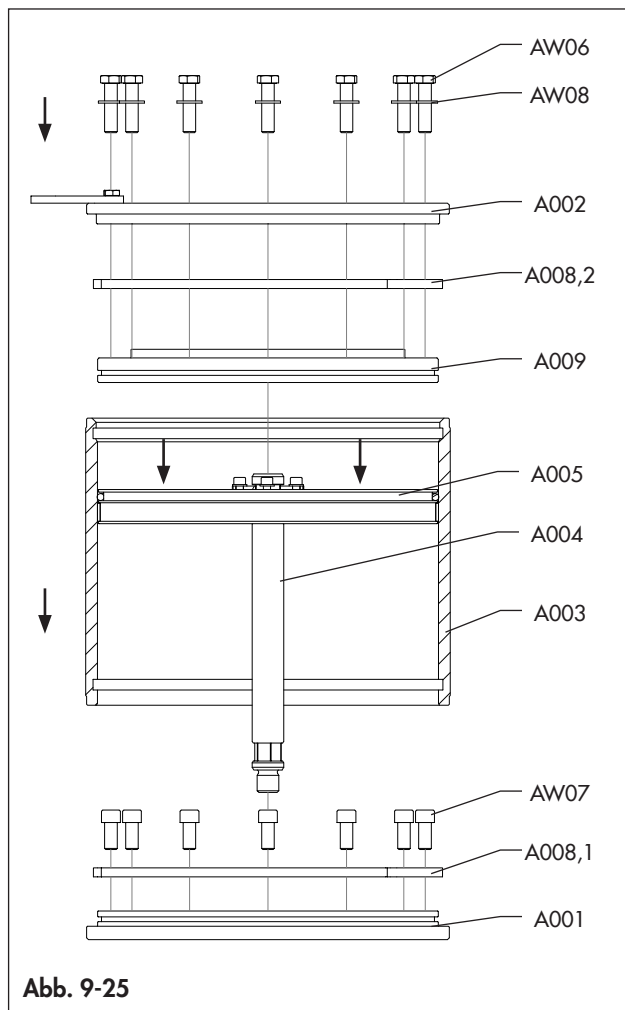
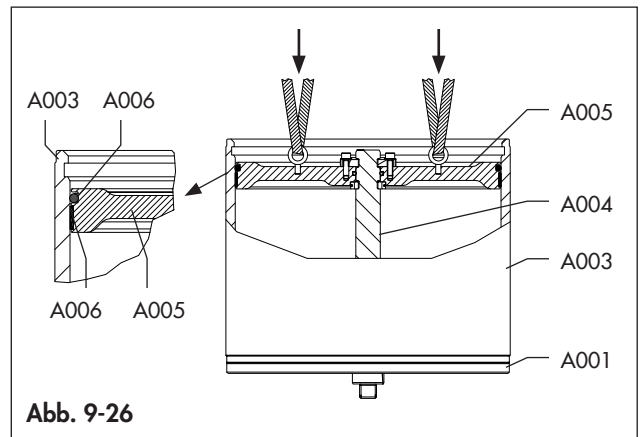
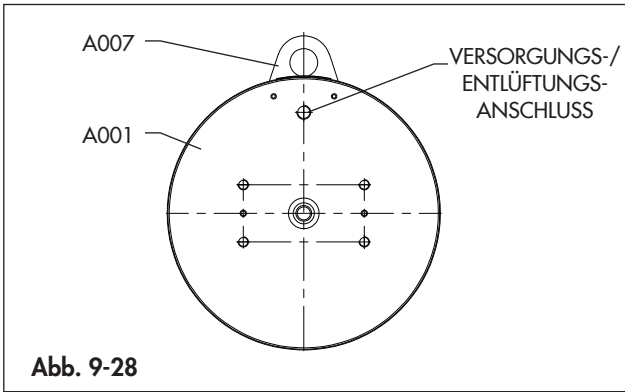

Abb. 9-25
Abb. 9-26
Abb. 9-28
- Heben Sie den Zylinder (A003) vorsichtig an und setzen Sie ihn mit einem geeigneten Hebezeug auf den Flansch (A001), wie in Abb. 9-25 gezeigt, und achten Sie darauf, den in Abb. 9-24 gezeigten O-Ring (AW10) nicht zu beschädigen.
- Heben Sie die Pleuellstange an und setzen Sie sie in den Zylinder: Rasten Sie die Pleuellstange (A004) vorsichtig in den Flansch (A001) und den Pleuellring (A005) in den Zylinder ein. (Abb. 9-25 und Abb. 9-26)
- Montieren Sie die Sektoren (A008.2) und den Flansch (A002) und achten Sie dabei auf die korrekte Ausrichtung der Löcher für die Schrauben (AW06): Achten Sie auf die Ausrichtung der Hebevorrichtung (A007) in Bezug auf den Flansch (A001), wie in Abb. 9-28 gezeigt.
- ➔ Setzen Sie die Sektoren (A008.2) lagerichtig in ihr Gehäuse im Zylinder (A003). Abb. 9-25 und Abb. 9-28